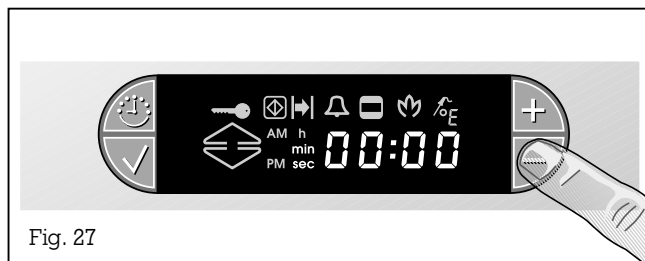

Fig. 27
- L'appareil étant allumé, appuyez sur la touche - (fig. 27).